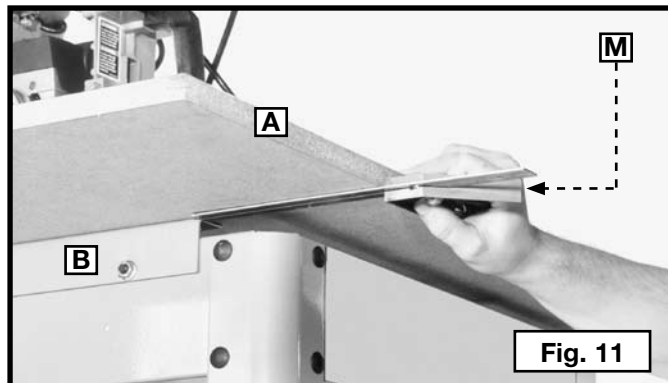
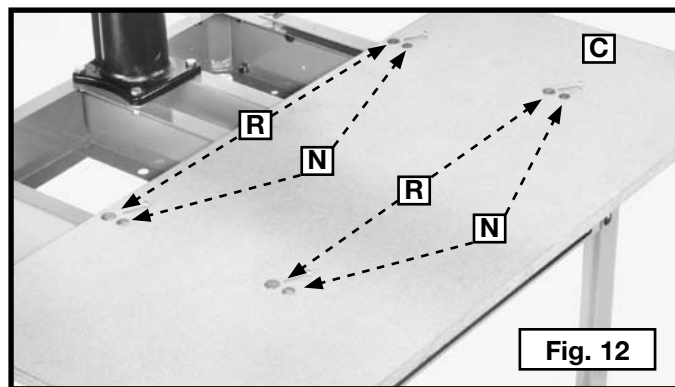

Fig. 11
Fig. 12
- Utiliser une équerre combinée (A) Figure 11 pour vérifier les bords avant droit et gauche de la planche du banc (A). Les deux côtés doivent être à la même distance que le bord des supports du banc (B) Figure 11.
- Après l'ajustement, serrer les quatre vis situées dans les trous (N) Figure 12 de la planche avant du banc (A).
- Insérer quatre vis à tête ronde de 6,3 mm (1/4 po) - 20 x 31,7 mm (1-1/4 po) (P) Figure 12 dans les trous (R) Figures 11 et 12 de la planche du banc. Serrer chaque vis jusqu'à ce que chaque coin de la planche du banc s'élève d'environ 3,2 mm (1/8 po).